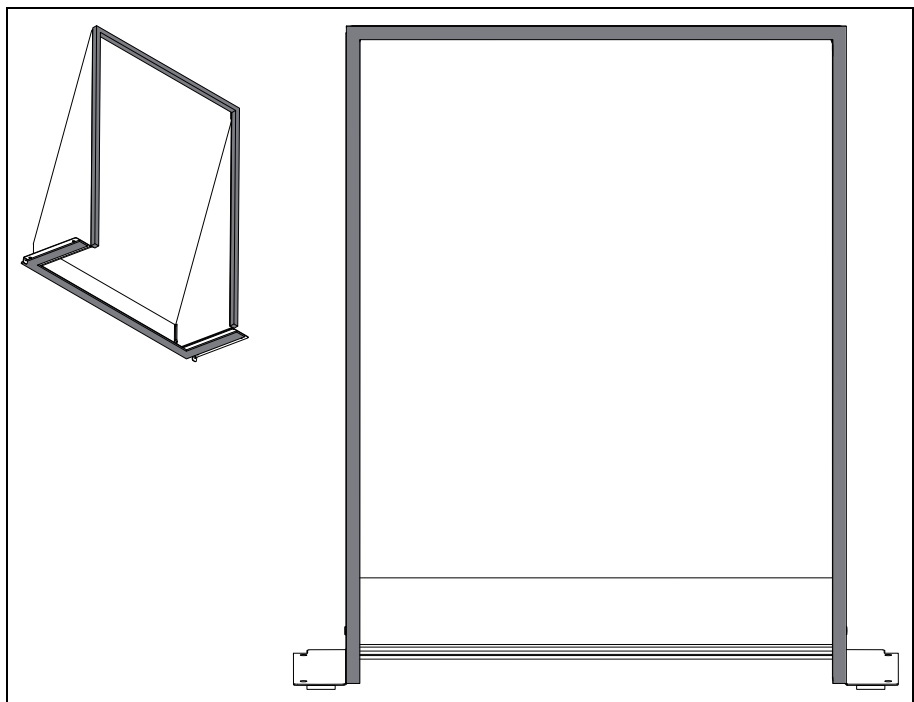

Abb. 19: Dichtung an Anlagefläche Vertikalteil zu Rücktür
- Kleben Sie die Dichtung (B10 x H10 mm) auf die Anlagefläche des Luftkanal-Vertikalteils zur Rücktür (Abb. 19).